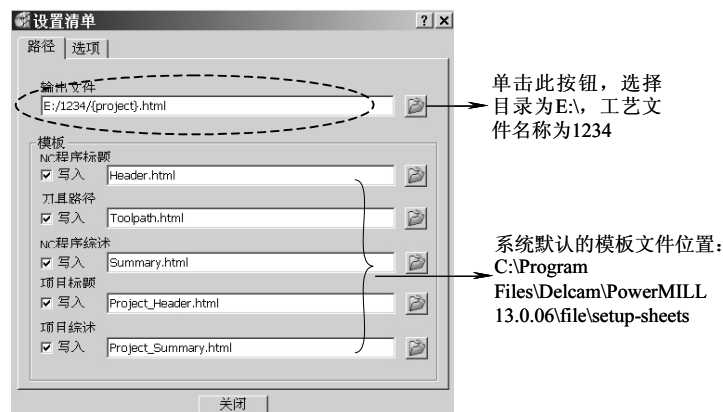

图 6-72 工艺文件设置
- 3) 再次右击“NC 程序: 1”，在弹出的快捷菜单条中选择“设置清单”→“路径”，打开“设置清单”对话框，按图 6-72 所示设置参数。